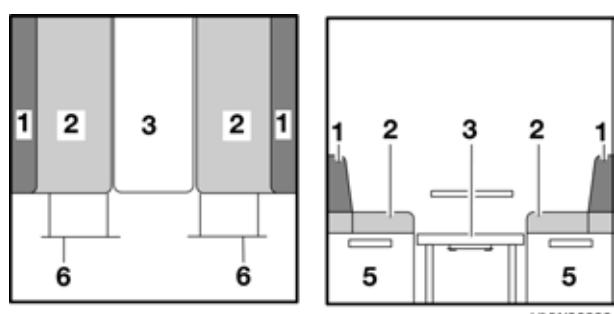

Fig. 82 Durante la trasformazione
- Estrarre la prolunga del cassone letto (Fig. 82,6).
- ▷ A seconda del modello si deve usare al posto del cuscino dello schienale (Fig. 82,1) un cuscino aggiuntivo in dotazione.